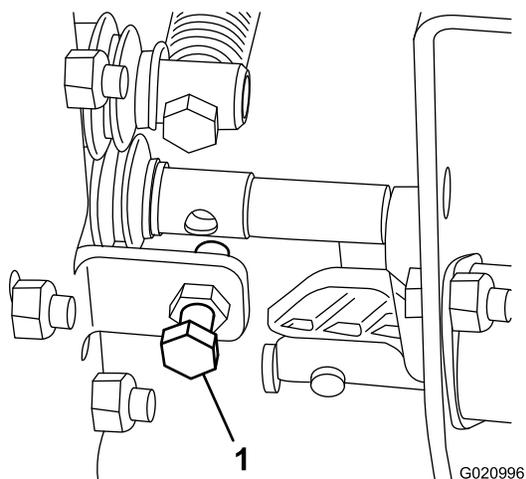

Figura 25
- Se la velocità di sollevamento della macchina è troppo bassa o troppo alta regolare il bullone indicato in Figura 25.